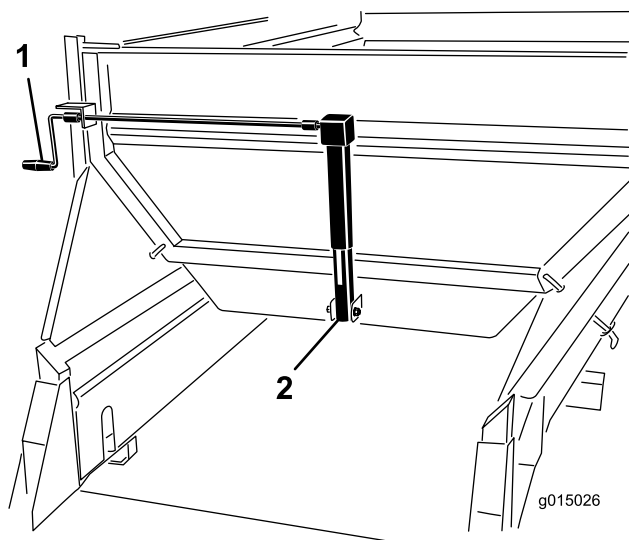

Figura 45
Ruotate la manovella per regolare la sponda (Figura 45) in modo che la freccia sia allineata al centro del colore desiderato (giallo per questo esempio).
1. Ruotate la manovella per regolare la sponda (Figura 45) in modo che la freccia sia allineata al centro del colore desiderato (giallo per questo esempio).